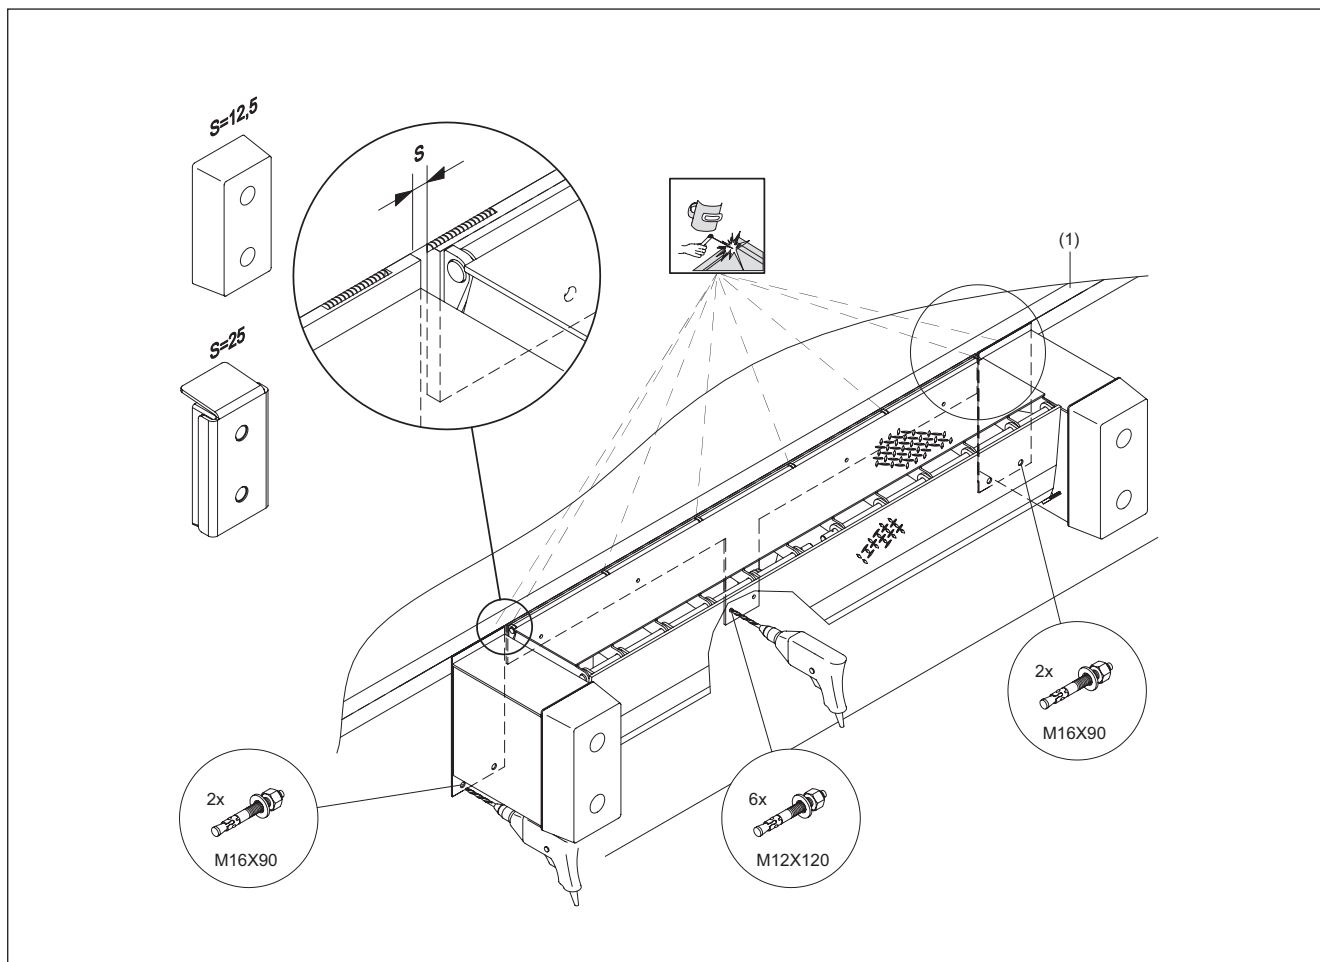

Рис. 3: Конструкция MRS-V для монтажа сваркой перед зданием
6.3.3 Тип MRS: монтаж сваркой перед зданием, см. рис. 3 и 4